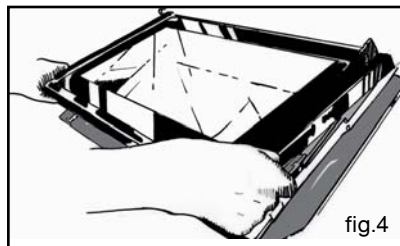

fig.4
- **Plat multi usages 20 mm (fig.4)**
- Retirez le cadre et sa glace (fig.4).